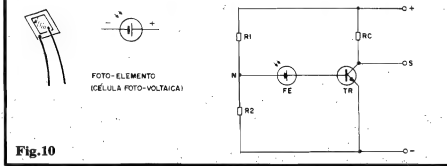

Fig. 10
- FIG. 10 - OS FOTO-ELEMENTOS - Além dos LDRs e dos FOTO-TRANSISTORES, temos ainda, entre os foto-sensores mais utilizados, modernamente, o chamado FOTO-ELEMENTO (tem outros "nomes", como "célula foto-voltaica" ou "foto-geradora",
por grandes superfícies "forradas" de FOTO-ELEMENTOS, que transformam a luz solar incidente em vários watts "elétricos", utilizados na alimentação dos complexos circuitos eletrônicos existentes "dentro" dos ditos satélites! Em termos práticos e objetivos, tais foto-sensores não são de aquisição tão fácil como os LDRs ou FOTO-TRANSISTORES (apenas algumas Lojas, das cidades maiores, têm tal componente para venda...). Entretanto, existem "fontes" onde o Leitor/Hobbysta poderá "garfar" um (ou vários...) foto-elemento, para experiências: as calculadoras do tipo "solar", ou seja, energizadas pela luz, que campeiam por aí... Se uma delas se inutilizar, por qualquer motivo, geralmente poderão ser perfeitamente "aproveitados" os foto-elementos, quase sempre dispostos numa linha de pequenos quadradinhos ou retângulos, logo acima do display das referidas calculadoras! Basta remover (com cuidado) as células, e utilizá-las (para aprender, experimentar e "fugar"...). Devido à baixa (relativa) energia gerada por tais elementos, sua utilização prática deverá requerer uma forma de "ampliar" suas manifestações... O arranjo mostrado em esquema na fig. 10 dá uma idéia típica de como podemos reforçar os sinais oferecidos por um foto-elemento... Os valores de R1 e R2 deverão ser dimensionados - num exemplo prático - de modo a promover, no ponto N, uma pequena Tensão que, "somada" à gerada pelo FE, possa convenientemente excitar a base de TR, na presença da intensidade de LUZ que se deseje detectar... O "resto" fica por conta da função intrínseca de TR,